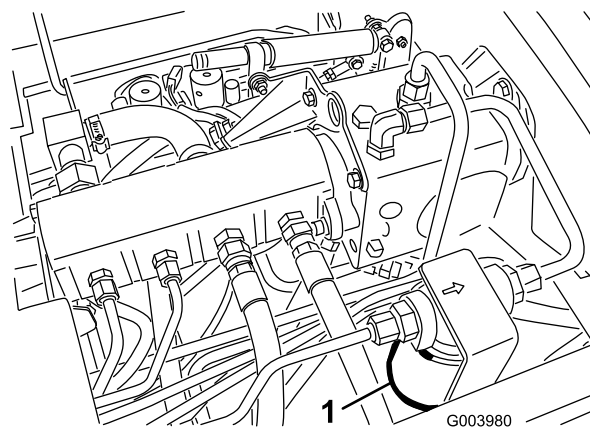
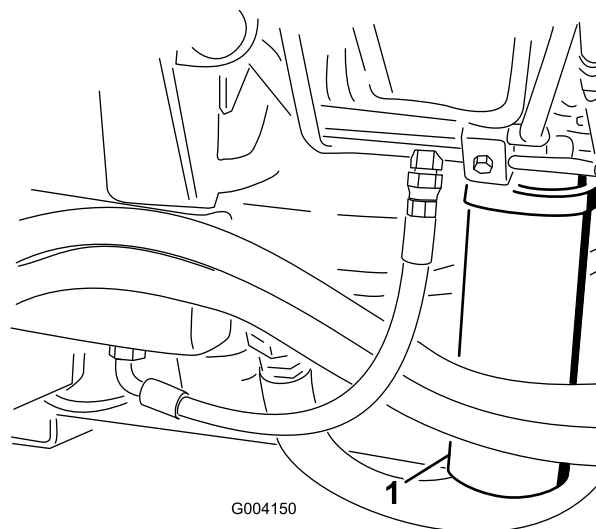

Figura 78
Figura 79
2. Limpie la zona alrededor de la zona de montaje del filtro y coloque un recipiente debajo del filtro (Figura 78 y Figura 79).